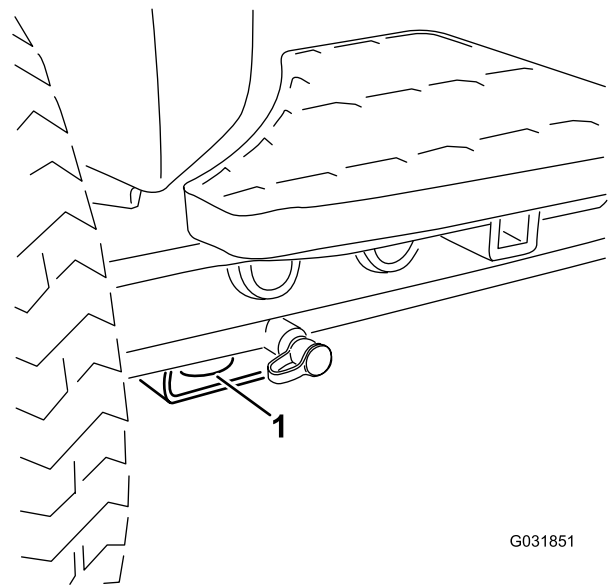

Figura 35
- **Parte anteriore della macchina** – Il foro nel supporto rettangolare, sotto il tubo dell'assale, all'interno delle ruote anteriori (Figura 35).